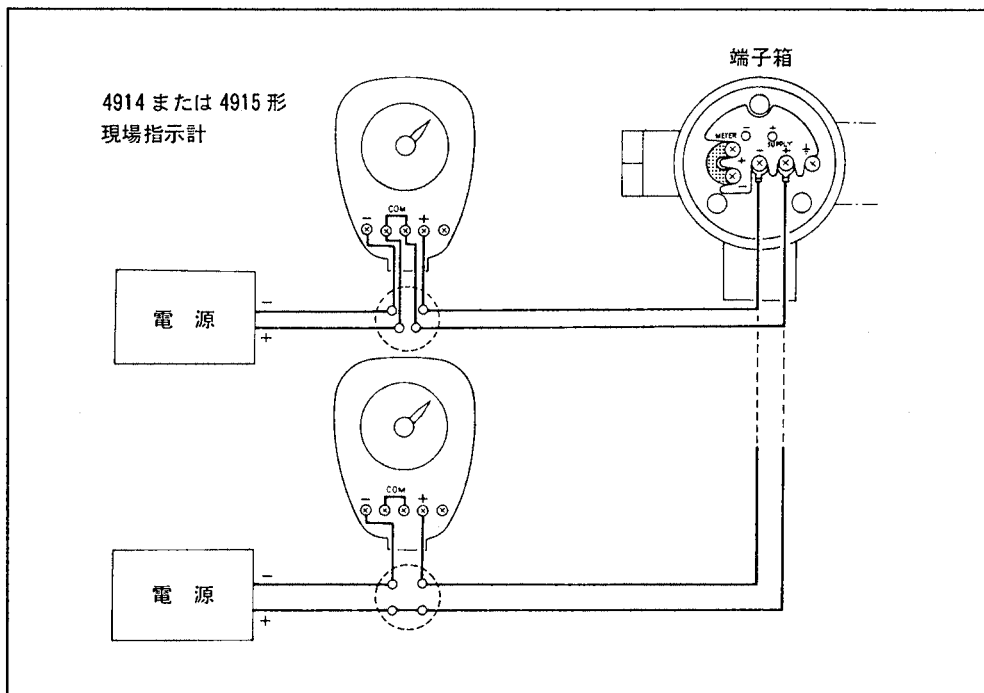

図 4.10 現場指示計の接続 (2)
(4) (3)項の方法の他に，メータ接続端子のジャンパを取付けたまま図 4.10 のように配線することもできます。
(5) 端子箱カバーを取付けます。耐圧特殊防爆形の場合は錠締金具を必ず締めてください。